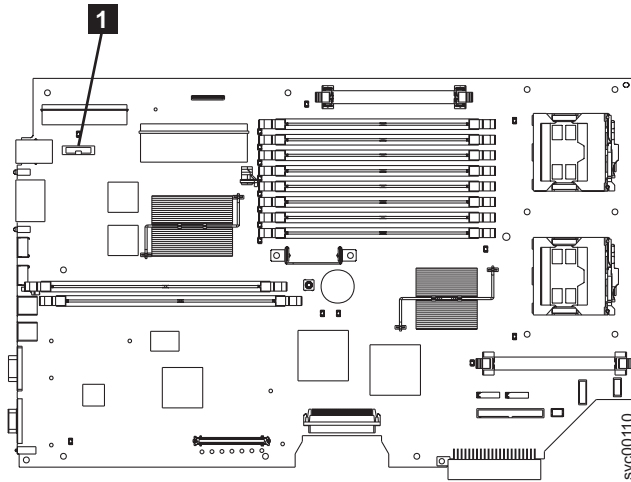

図 135. SAN ボリューム・コントローラー 2145-8F2 または SAN ボリューム・コントローラー 2145-8F4 上の CMOS バッテリーの位置
5. バッテリー **1** をシステム・ボード上で見つけます。170 ページの図 135 には、このバッテリーのロケーションを記載してあります。